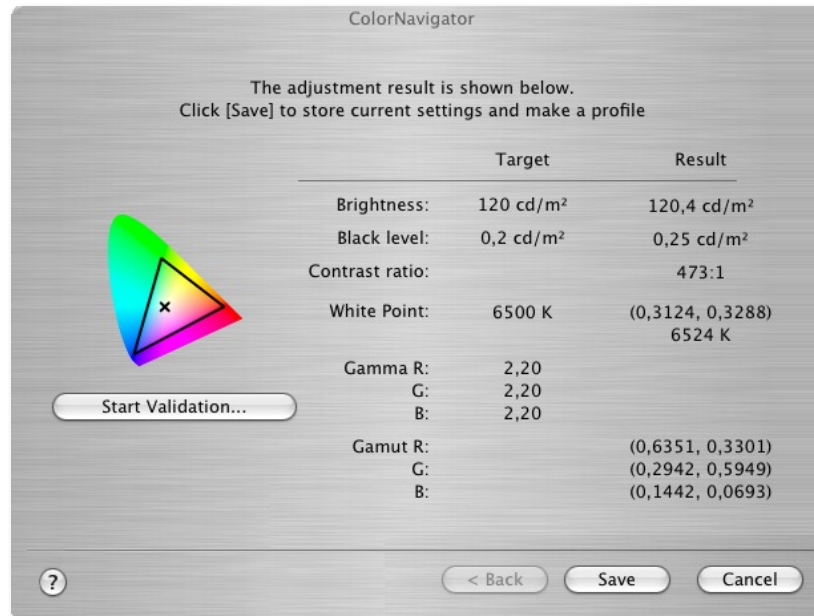

Abb. 10: Nachdem der Kalibrierungsvorgang abgeschlossen ist, werden die eingegebenen Zielwerte und die erreichten Werte angezeigt.
9. Ist der interne Kalibrierungsvorgang abgeschlossen, zeigt der ColorNavigator nochmals die Zielwerte sowie die erreichten Ergebniswerte (siehe Abb. 10). Die Zielwerte werden dabei zwar nicht zu 100% erreicht, liegen aber recht gut.